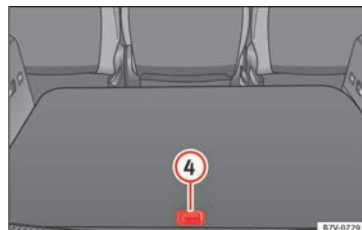

Bild 188 Andra förvaringsutrymmen i bagageutrymmets golv
Öppna det bakre förvaringsfacket » bild 188 ④:	▷ Lyft upp den bakre delen av bagageutrymmets golv med handtaget.